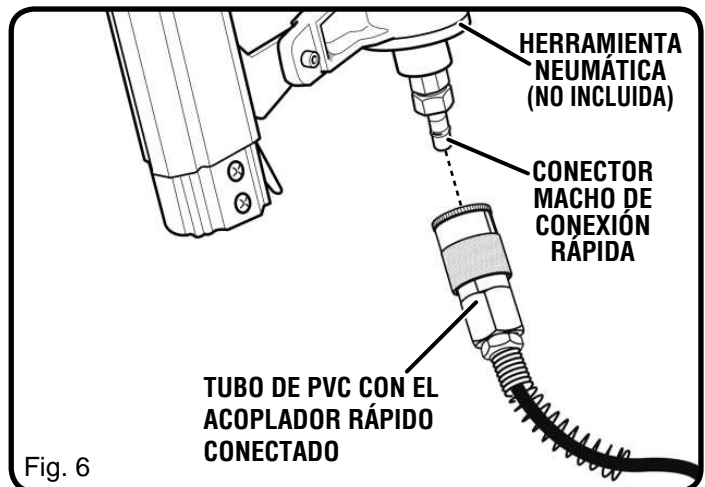

Fig. 6
- Conecte herramientas neumáticas a la manguera del aire introduciendo el conector macho de conexión rápida al racor rápido que hay en el extremo de la manguera (consulte la Fig. 6).
- Ponga el interruptor en la posición de encendido (I).